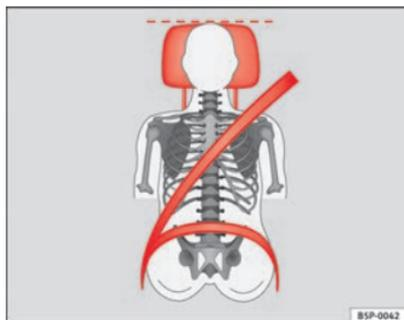
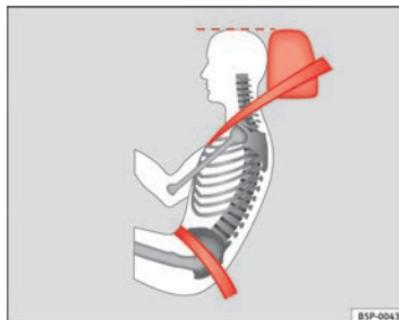

Fig. 87 Vista anteriore: poggiatesta e cinture di sicurezza posizionati correttamente
Fig. 88 Vista laterale: poggiatesta e cinture di sicurezza posizionati correttamente
- Regolare il poggiatesta portando il suo bordo superiore alla stessa altezza della parte superiore della testa, almeno all'altezza degli occhi ⇒ **fig. 87** e ⇒ **fig. 88**.